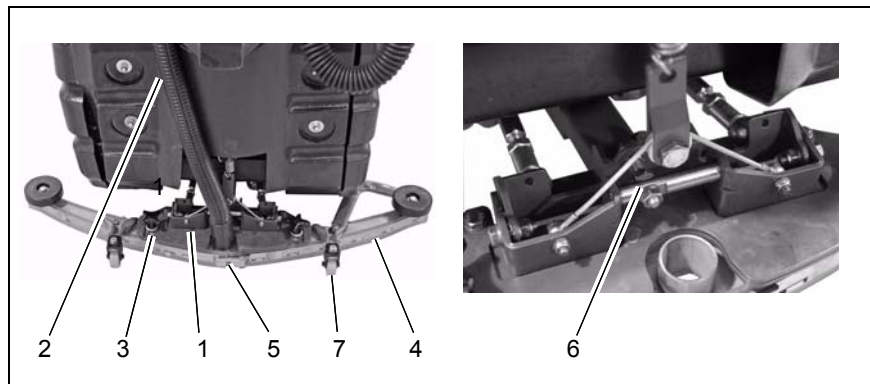

Abb.15
Zum Reinigen den Saugfuß (Abb. 15/1) ausheben, den Saugschlauch (Abb. 15/2) abziehen, die beiden Sterngriffe (Abb. 15/3) lösen und den Saugfuß abnehmen.
Die innere und äußere Dichtleiste (Abb. 15/4) am Saugfuß auf Verschleiß kontrollieren. Die Dichtleisten lassen sich vierfach verwenden.
4. Den Spannverschluss (Abb. 15/5) lösen und die äußere Dichtleiste abnehmen. Die Dichtleiste drehen oder bei Bedarf wechseln. Die innere Dichtleiste sinngemäß wechseln.
2. Kontermutter der Einstellschraube (Abb. 15/6) lösen und mit der Einstellschraube den Saugfuß so einstellen, das die Enden der Dichtleisten gerade noch Bodenkontakt haben.